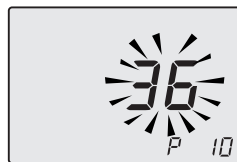

Figura 5.62
- Scorrere i vari parametri utilizzando i tasti 18 o 19 fino a far apparire sul display LCD le lettere **P10** e il valore del parametro, indicanti l'entrata nel "parametro 13" (Figura 5.62).